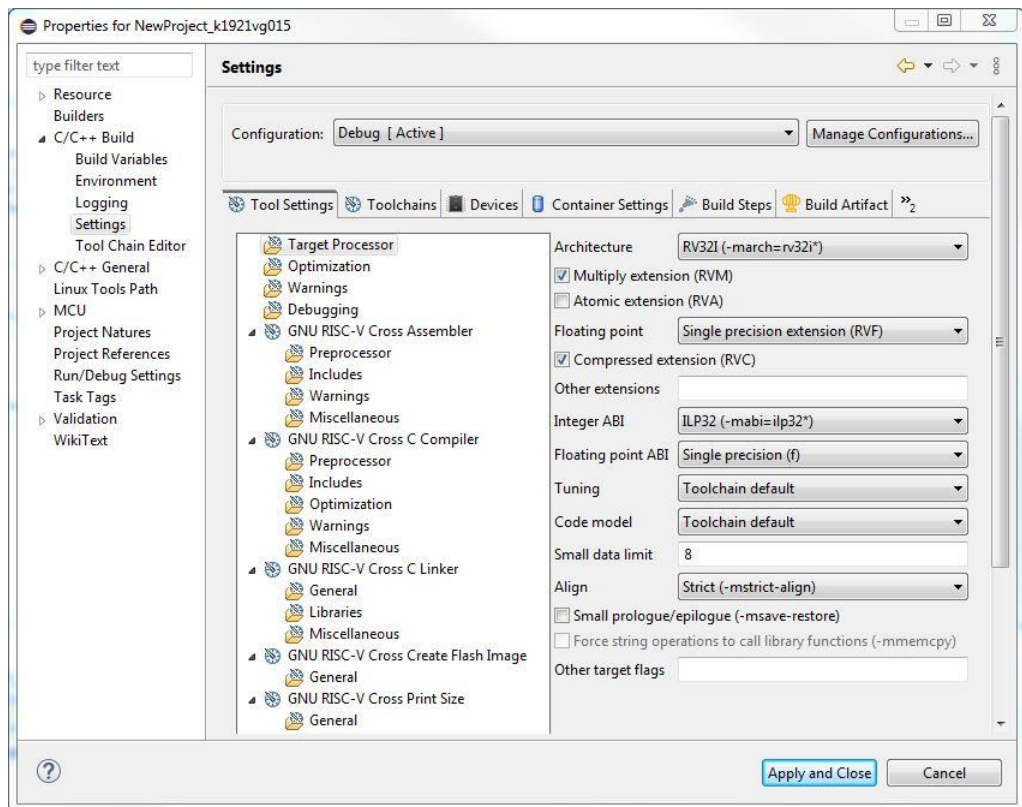

Рисунок 3.22 – Установка флагов `-march` и `-mabi`
3. Установить флаги `-march` и `-mabi` в настройках созданного проекта (см. рисунок 3.22).